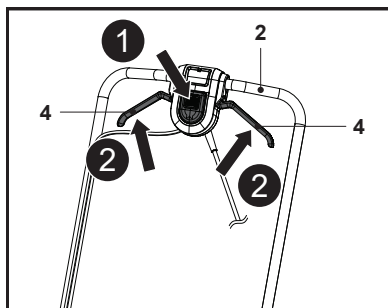

Fig. 15
1. Stai în spatele mânerului de prindere (2).
2. Ținând apăsat comutatorul de siguranță (1), trage maneta de pornire (4) spre mânerul de prindere (2) și ține-o în poziție (fig. 15, pașii 1 și 2).
3. După ce mașina de tuns iarba pornește, eliberează comutatorul de siguranță (1).